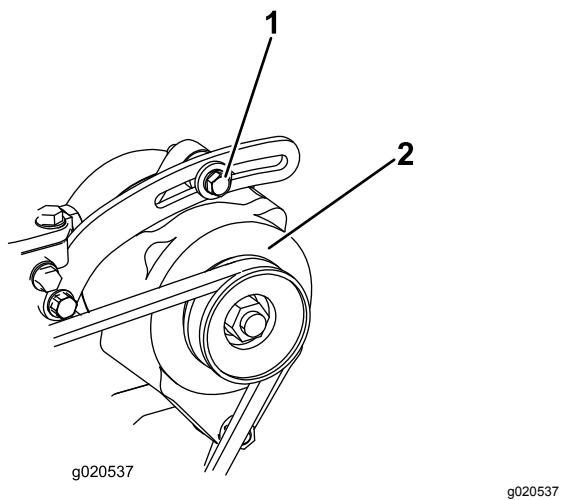

Figura 73
2. Se l'inflessione non è di 10 mm, allentate i bulloni di fissaggio dell'alternatore (Figura 73). Aumentate o riducete la tensione della cinghia dell'alternatore e serrate i bulloni. Controllate di nuovo l'inflessione della cinghia per accettare che sia esatta.